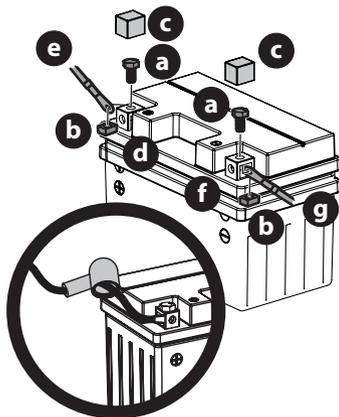

Figura 17
1. Extraiga los pernos hexagonales (a) y las tuercas (b) instalados de fábrica en el extremo del arnés de cables. Guarde los herrajes para uso posterior (Figura 17).
2. Retire la cubierta plástica (c), si está presente, del borne positivo de la batería (d) y una el cable rojo (e) al borne positivo de la batería (b) utilizando uno de los pernos hexagonales (a) y las tuercas (b) que se extrajeron en el paso 1. Use un destornillador Philips (Figura 17).
3. Coloque el capuchón de caucho por encima del borne positivo de la batería (d) para protegerlo contra la corrosión (Figura 17).
4. Retire la cubierta plástica (c), si está presente, del borne negativo de la batería (f) y una el cable negro (g) al borne negativo de la batería (f) utilizando el perno hexagonal restante (a) y la tuerca (b) (Figura 17).